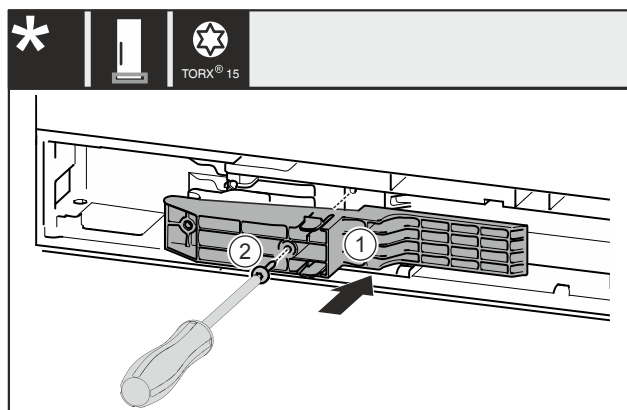

Fig. 52 *
- ▶ Placer l'adaptateur Fig. 52 (1) côté poignée dans l'évidement.*
- ▶ Serrer la vis Fig. 52 (2) avec un tournevis.*